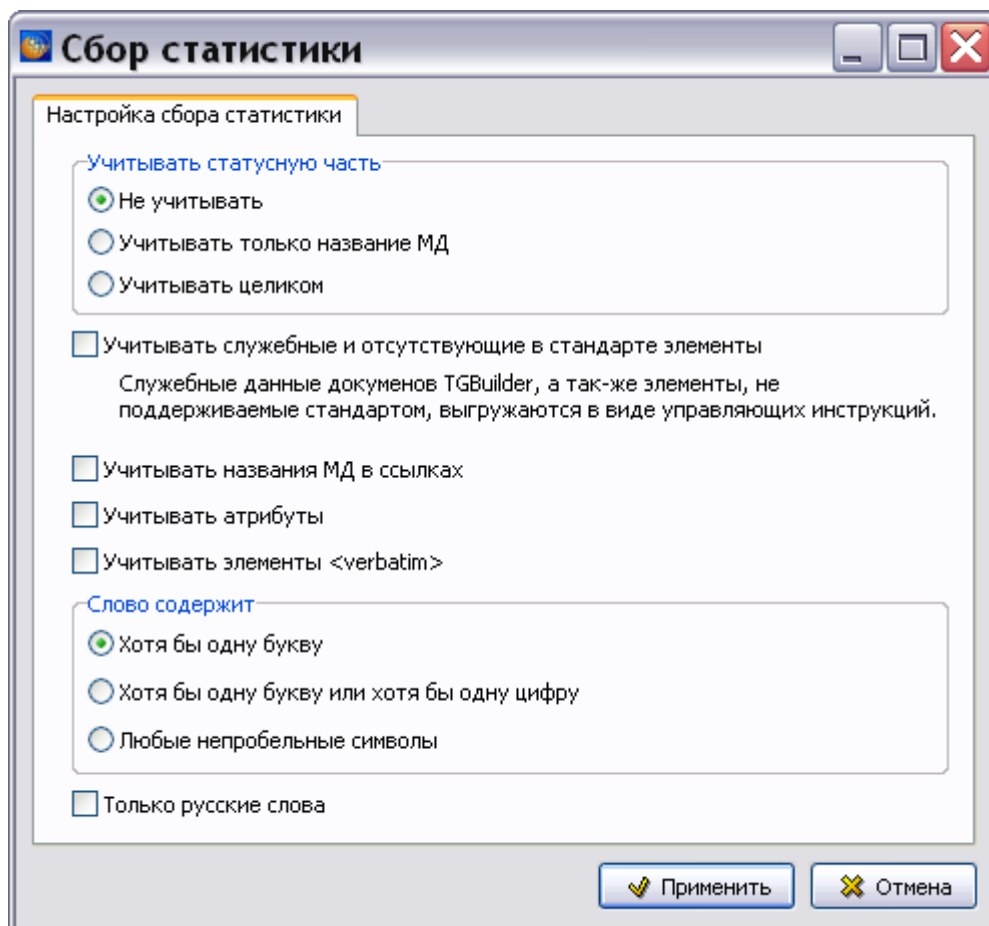

Рис. 21.200
4. В окне **Анализ** нажмите на кнопку **Применить**. В окне **Сбор статистики** укажите параметры сбора статистики (Рис. 21.200).